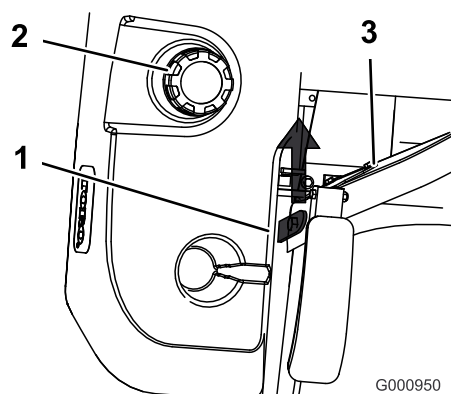

Figura 23
3. Sollevate il sedile, al fine di accedere ai componenti sotto il sedile (Figura 23).